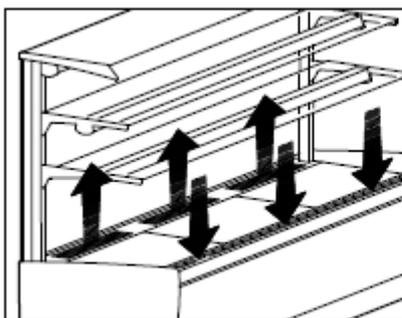
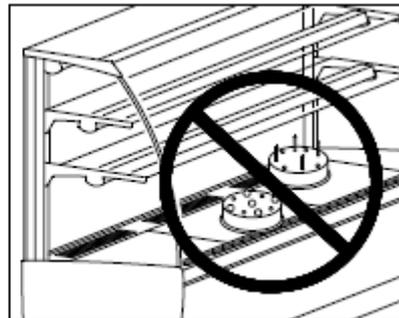

Рис. 16
Рис. 17
- Нельзя закрывать продуктами отверстия подачи холодного воздуха, иначе циркуляция воздуха будет недостаточной (Рис.16 и Рис.17).